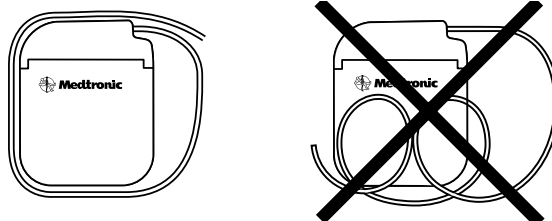

Figure 3. Enrouler le surplus d'extension ou d'électrode autour du neurostimulateur (ou derrière).
- Ne pas enrouler la longueur excédentaire d'extension ou d'électrode sur le dessus du neurostimulateur. Enrouler le surplus d'extension ou d'électrode autour du neurostimulateur (Figure 3) ou derrière afin de réduire les risques de détérioration en cas de remplacement chirurgical du neurostimulateur, afin d'éviter que l'extension ou l'électrode ne s'entortille et afin de réduire les risques d'interférences lors des transmissions par téléométrie.